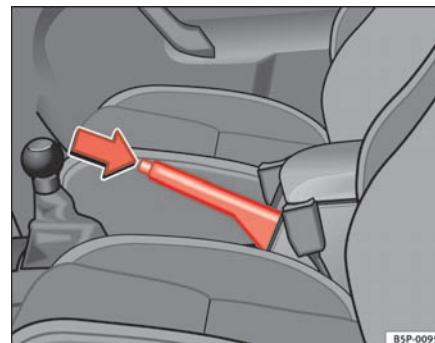

Fig. 140 Håndbremse mellem forsæderne
- Træk hårdt i håndbremsen ⇒ fig. 140.
- Træk håndbremsen lidt op, tryk låseknappen i pilens retning ⇒ fig. 140, og sænk håndbremsen helt ⇒